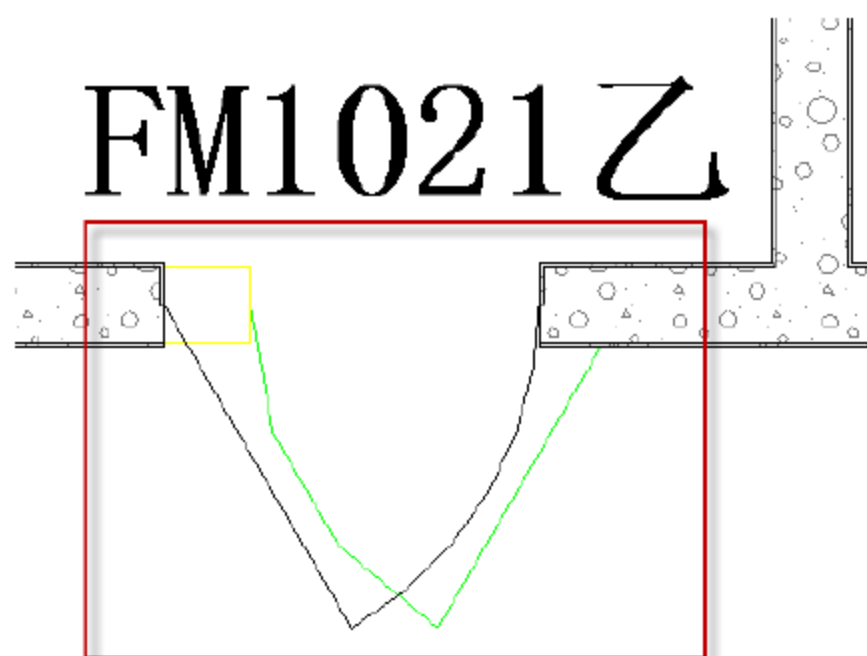

图 9.3.7 插入“FM1021 乙”族
(6) 插入“FM1021 乙”族。选择“建筑”→“门”命令（或者直接按快捷键 D+R），在相应的地方插入族，如图 9.3.7 所示。